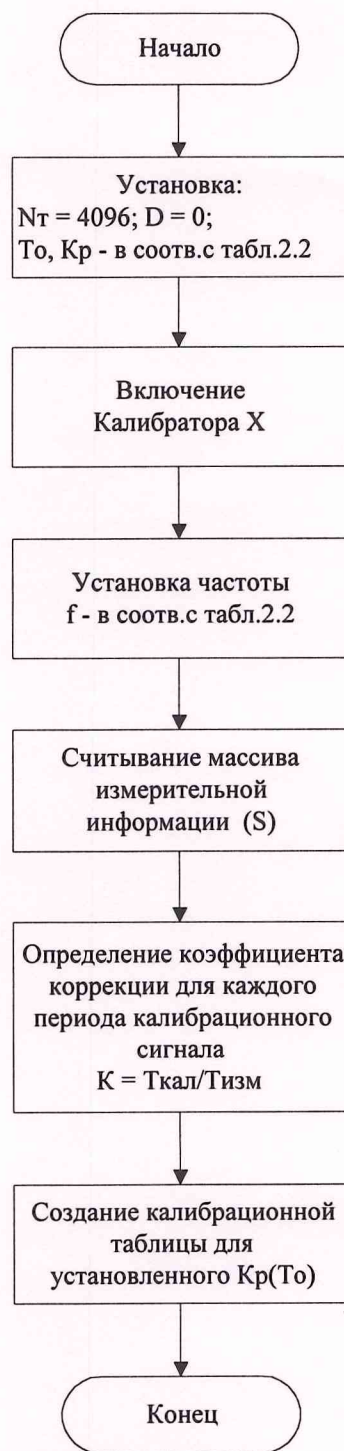

рис.2.2
2.3. Блок схема алгоритма X-калибровки при фиксированном сдвиге приведена на рис.2.2.